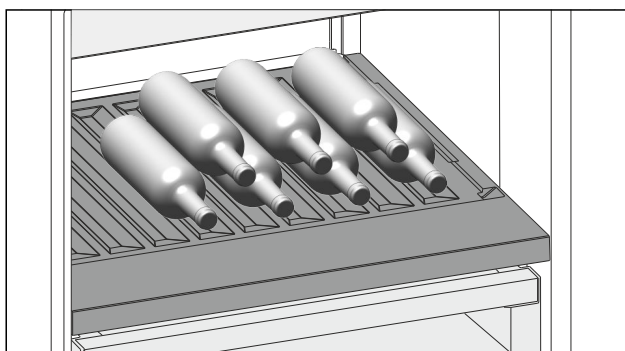

Fig. 178 Beispielhafte Darstellung
- ▶ Flaschen mit dem Boden nach hinten zur Rückwand einlegen. (siehe Fig. 178)